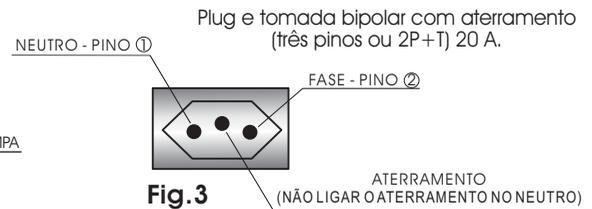

Fig. 3
- 2▶ Na instalação utilize tomada de três pinos com aterramento (2P + T, 20A) conforme novo padrão brasileiro, NBR 14136:2002 (Fig.3, pág. 8) ligando fase/neutro ou fase/fase nos pinos laterais e o aterramento no pino central: **Nunca ligar o aterramento no neutro.**